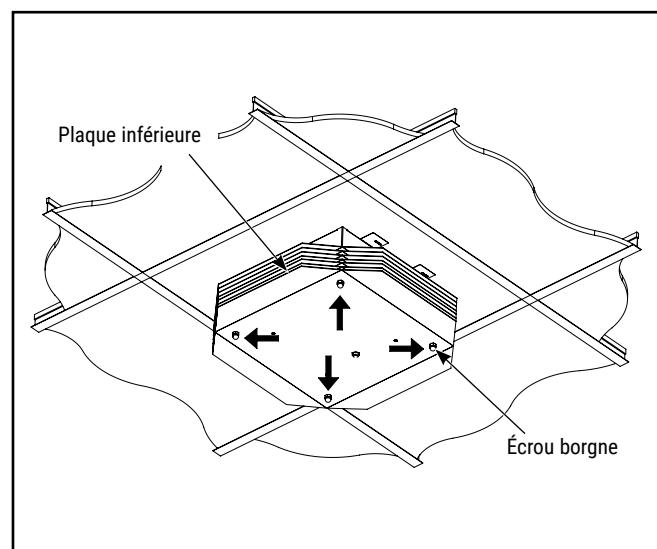

Figure 4.
1. Retirez les quatre écrous à compression M8 du le bas de l'appareil. Cette volonté libérer la plaque inférieure. (Voir la Figure 4)